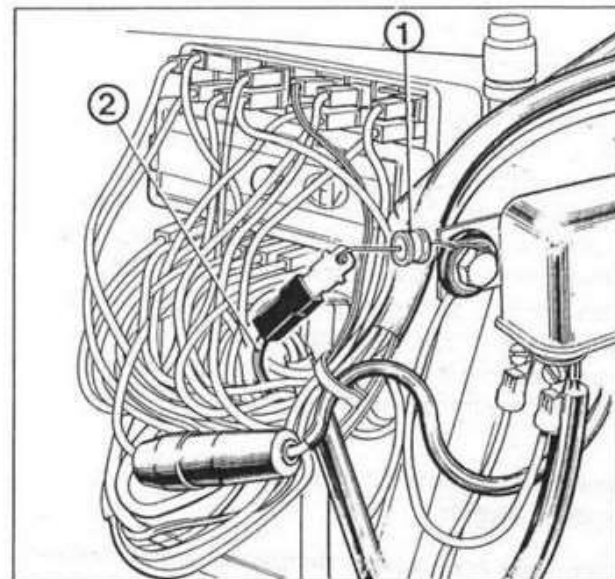

Fig. 173
- 2) Collegare un polo dello scaricatore al filo verde e l'altro a massa (vedi Fig. 173). Se facendo girare il motore con delle normali pedalate (o con il motorino di avviamento) si accende lo scaricatore, vi è una dispersione nel percorso del filo verde, se invece lo scaricatore rimane spento controllare il volano (vedi Controllo Volano) pag. 103.
- 2) Ground a post of the discharger and connect the other to the green lead (see Fig. 173). Crank the engine by means of the kickstart lever (or of the starter motor). If the discharger comes on there is a current loss along the green lead route. If the discharger remains off, it is necessary to check the flywheel (see Checking the flywheel) pag. 103.
- 1) Verificare che dal volano alternatore magnete arrivi corrente per alimentare i trasduttori. Per fare ciò eseguire la prova con lo scaricatore (vedi Fig. 173) se lo scaricatore non si accende controllare il volano alternatore magnete, se invece si accende ricollegare il faston verde alla morsettiera e passare alla prova 2.
- 1) Make sure that current is supplied from the AC flywheel magneto to the transducers. Carry out the test with the discharger (see Fig. 173). If the discharger does not come on, check the AC flywheel magneto. If it comes on, connect the green lead to the connector box and proceed to following test.